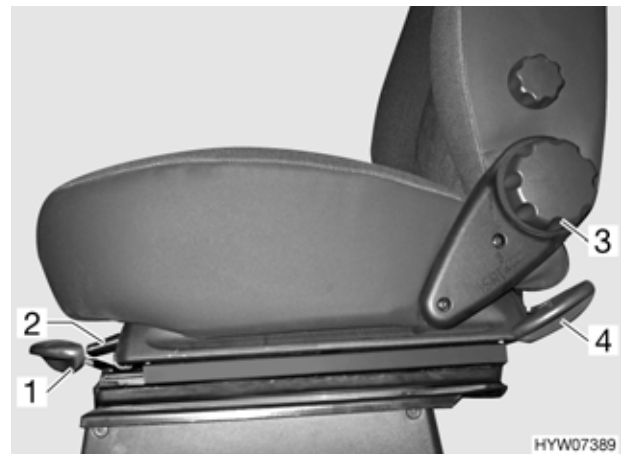
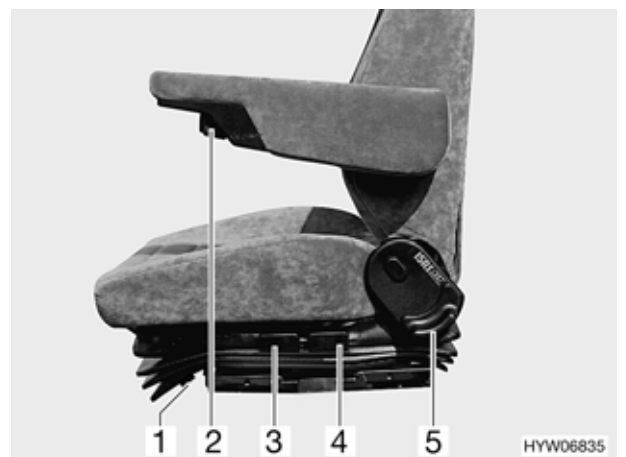

Fig. 12 Sedile del guidatore/sedile del passeggero (variante 1)
Fig. 13 Sedile del guidatore/sedile del passeggero (variante 2)
- Tirare la maniglia (Fig. 12,1 o Fig. 13,3). Il sedile si solleva in avanti.
- Tirare la maniglia (Fig. 12,4 o Fig. 13,4). Il sedile si solleva indietro.
- Tirare la maniglia (Fig. 12,2 o Fig. 13,1). Il sedile può essere spostato in avanti o all'indietro.
- Girare la manovella (Fig. 12,3) o tirare la maniglia (Fig. 13,5). È possibile regolare l'inclinazione dello schienale.
- Ruotare (Fig. 13,2) verso destra o sinistra la maniglia. Il bracciolo può essere spostato verso l'alto o verso il basso.